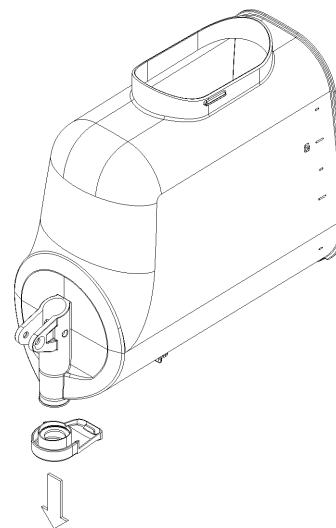

figure 12
- enlever le réducteur de débit du bac (voir figure 12)
7 Enlever le réducteur de débit du bac (voir figure 12).
- 5 Enlever le réducteur de débit du bac (voir figure 12).